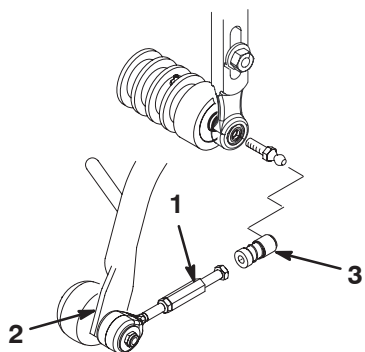

Bild 18
7. Schieben Sie die Hülse an jeder Kugellageraufnahme zurück und haken Sie die Aufnahme in den Kugelbolzen des Mähwerks ein (Bild 18).